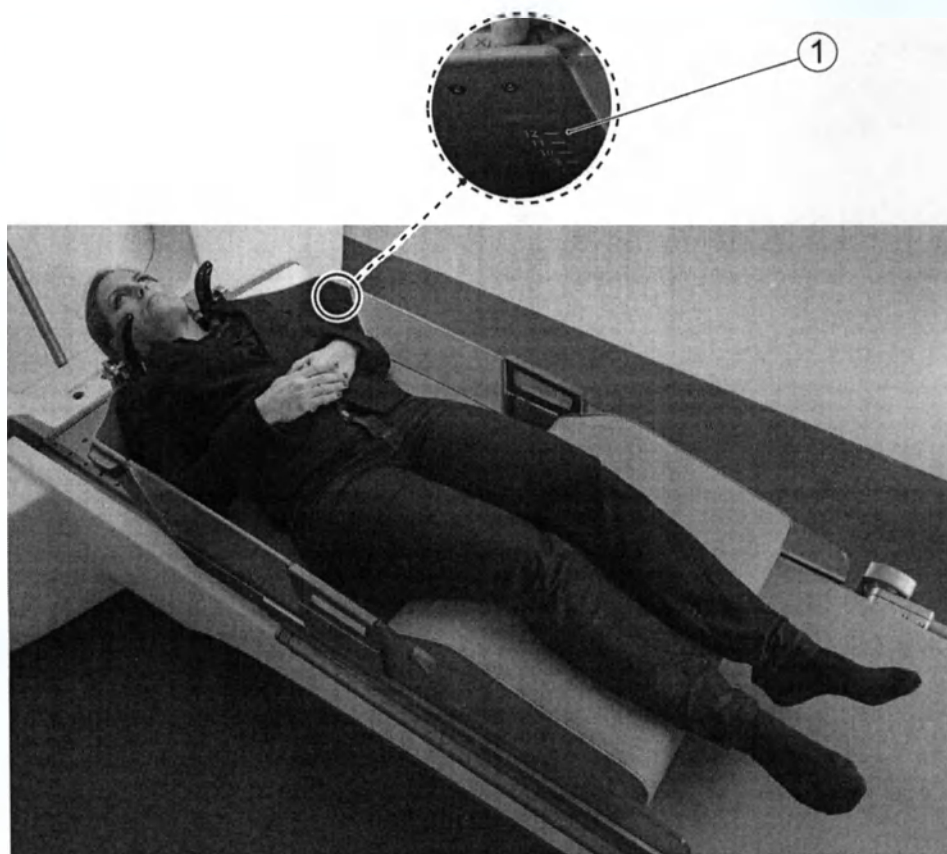

Рис. 5.14 Удобство пациента и высота матраса
- 12 При необходимости разблокируйте устройство позиционирования и используйте кнопки ручного управления «Вверх и «Вниз», чтобы отрегулировать высоту матраса (1), см. Рис. 5.14 . Убедитесь, что подушка для головы по-прежнему хорошо поддерживает шею пациента. Снова зафиксируйте устройство позиционирования.
- Высота матраса (1), см. Рис. 5.14 .